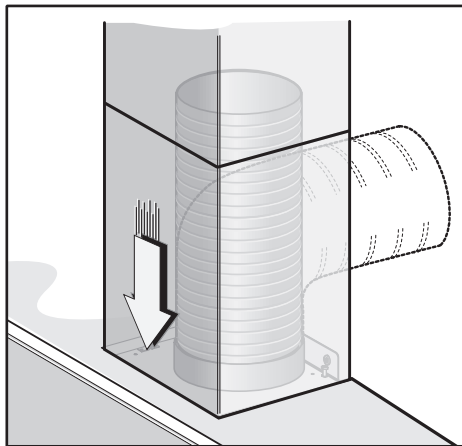

Fig.9A
- Glissez la cheminée supérieure à l'intérieur de la cheminée inférieure et posez-la sur la hotte (Fig. 9A).